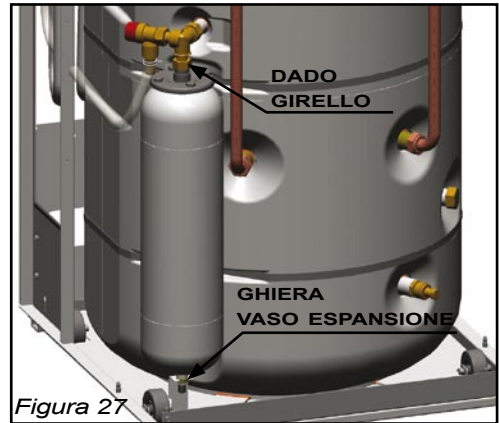

Figura 27
- 2) Allentare la ghiera del vaso espansione sanitario (figura 27).
- 3) Allentare il dado girello del gruppo 3 vie (figura 27).